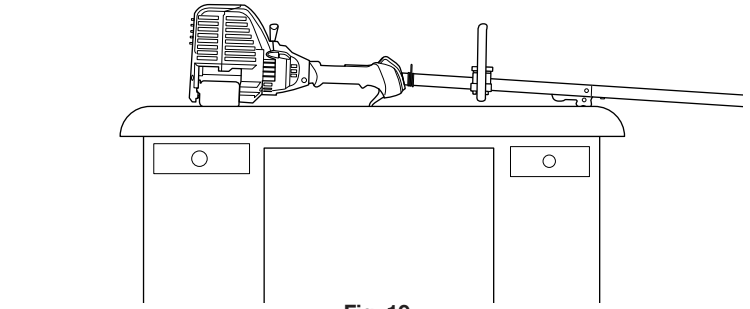

Fig. 19
2. **Ubique la unidad sobre una superficie plana y nivelada,** como un banco de trabajo o una mesa. El protector del cabezal de corte debe quedar colgando del borde de manera que el motor quede nivelado (Fig. 19).